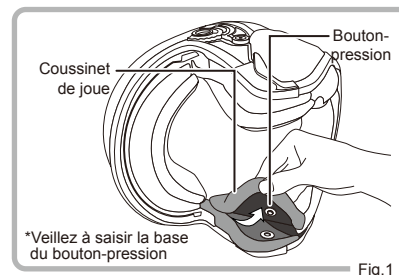

Fig.1
- ① Détachez les trois boutons-pression à l'arrière du coussinet de joue. (Fig.1)
- 1 Dégrafez les boutons-pression en tirant vers le bas au niveau de la zone frontale du casque. (Fig.1)